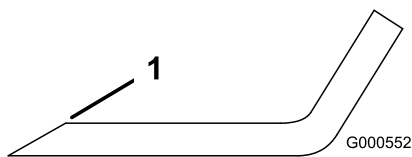

Figura 108
- Utilice una lima para afilar el filo de corte en ambos extremos de la cuchilla (Figura 108).
Nota: Si la cuchilla no está equilibrada, rebaje algo el metal en la parte de la vela solamente con una lima (Figura 108).